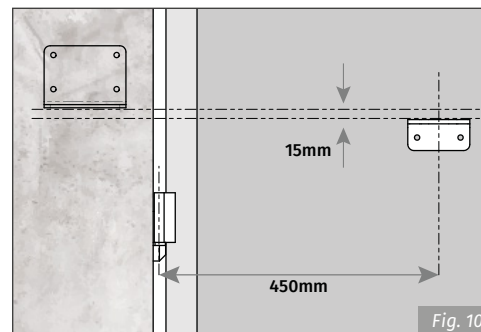

Fig. 10
- 3 • Fije lo soporte frontal a la hoja del portón, siguiendo las dimensiones de la **Fig 10**.